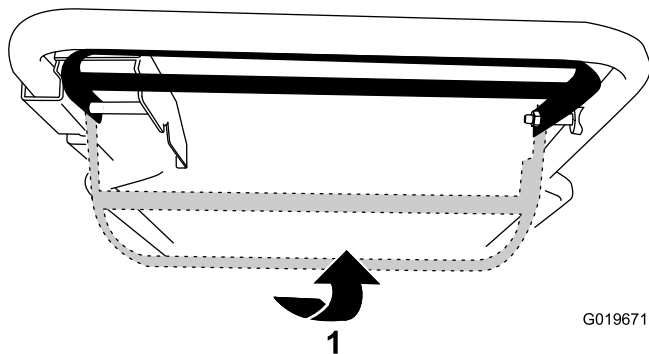

Figura 15
- **Para activar la autopropulsión sin activar la cuchilla:** Levante la barra de control de la cuchilla hasta el manillar (Figura 15).